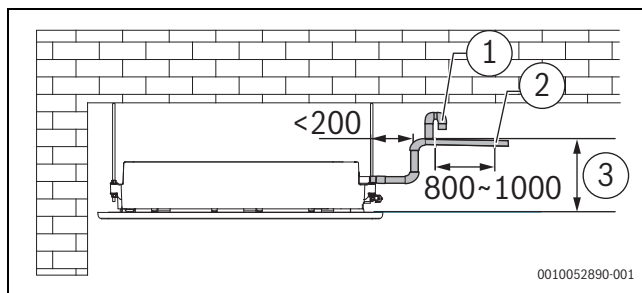
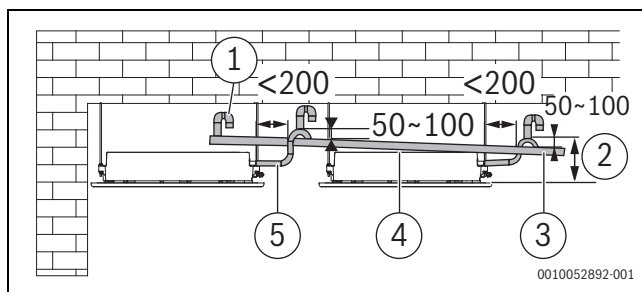

Fig. 34 Instalarea și distanțele aferente țevelor de evacuare a apei cu pompă de apă [mm]
Fig. 35 Instalarea țevelor de evacuare a apei pentru multiple aparate
- Instalați țevile de scurgere conform Fig. 34 (cu o pompă de apă) și Fig. 35 (fără o pompă de apă). Orificiul de evacuare pentru țeava de scurgere nu trebuie să fie mai sus decât înălțimea de scurgere, asigurând o pantă descendentă mai mare de 1/100.